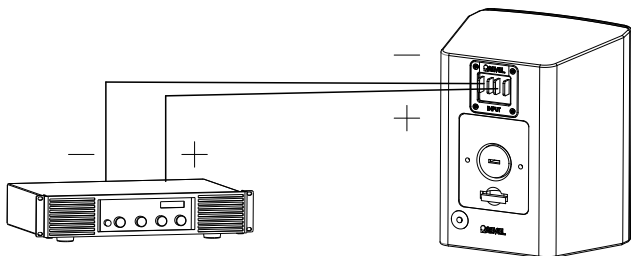

Abbildung 1.
1. Installieren Sie die InvisiBall™-Halterungen an die Wand mithilfe der Schrauben (s. Abbildung 1). Achten Sie dabei bitte sehr sorgfältig darauf dass die Verankerung für die jeweilige Wand geeignet ist und dass die Wand das Gewicht des Lautsprechers tragen kann.
Eingangsanschlüsse – Verbinden Sie einfach die Ausgangsanschlüsse des Verstärkers "+" und "-" direkt mit den (+)- bzw. (-)-Eingangsanschlüssen an der Rückseite des Gehäuses (s. Abb. 1).